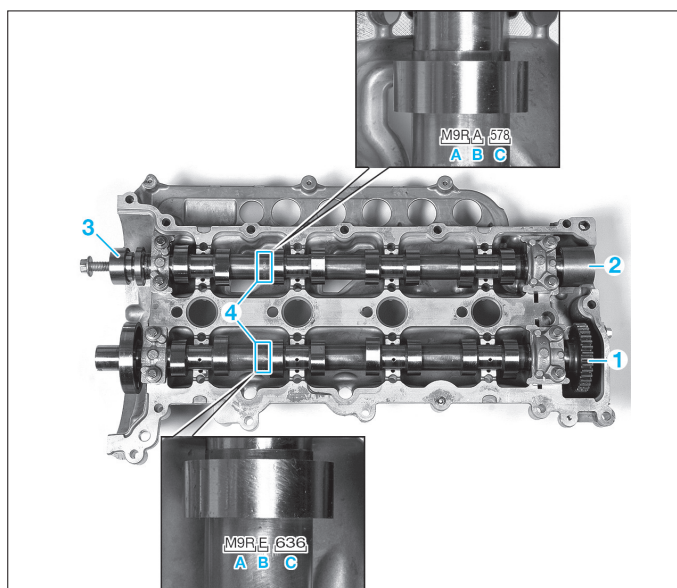

FIG. 8
Les arbres à cames s'identifient, soit par l'arbre à cames côté échappement qui réalise l'entraînement de la pompe haute pression en (1), tandis que celui du côté de l'admission réalise l'entraînement de la pompe à vide en (2) et reçoit le pignon à rattrapage de jeu de la distribution en (3) ; ou soit par un marquage (4) (fig. 8) :
- le repère (A) donne le type du moteur.
- le repère (B) sert pour l'identification des arbres à cames (A = Coté admission et E = Coté échappement).
- le repère (C) sert uniquement au fournisseur.